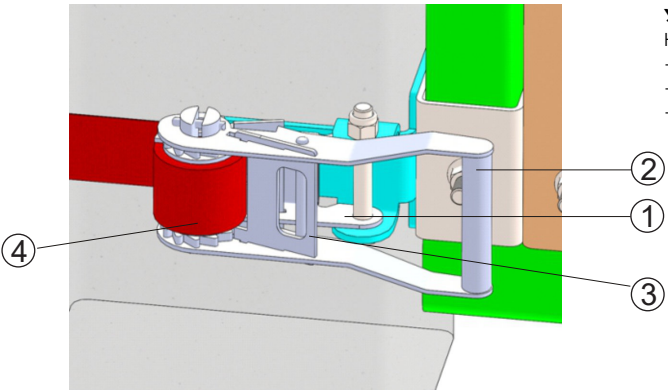

Рис. 4
Натяжитель состоит из (Рис. 4):
3. Свободный конец стропы проденьте в прорезь на оси натяжителя (Рис. 4 (п. 4)). Натяните стропу , протягивая через прорезь.